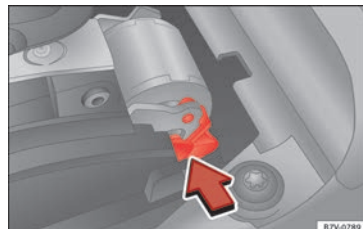

Abb. 50 Wählhebelsperre notentriegeln.
- Entriegelungshebel »» **Abb. 50** in Pfeilrichtung drücken und in dieser Position halten.